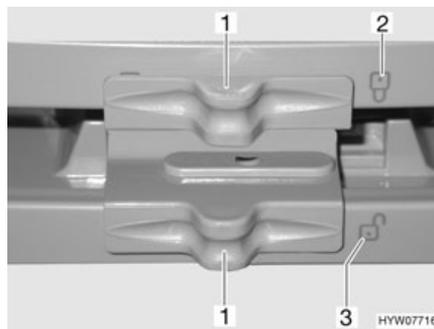

Fig. 219 Bloqueo de la puerta del frigorífico/puerta del compartimento congelador (Dometic de la serie 7 con compartimento congelador separado)
- Desplazar el bloqueo (Fig. 219,1) hacia un lado, de tal manera que sea visible el candado abierto "🔓" (Fig. 219,3).
- Desplazar el bloqueo (Fig. 219,1) hacia un lado, de tal manera que sea visible el candado cerrado "🔒" (Fig. 219,2).